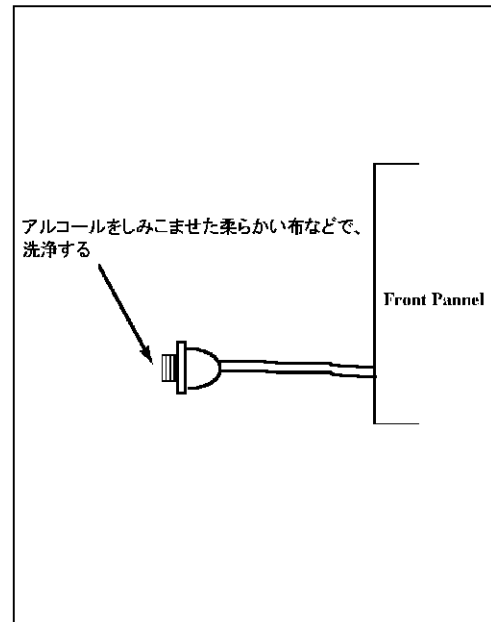

図 1-6 コネクタ清掃④
- (4) アルコールを染込ませた柔らかい布などで、内部のコネクタに傷を付けないように洗浄します。[図 1-6 参照]
- (5) レセプタクルの内側に洗浄したコネクタを取り付け、コネクタのネジを締め付けます。
- (6) レセプタクルを正面パネルに取り付け、レセプタクルを2本のネジで固定します。